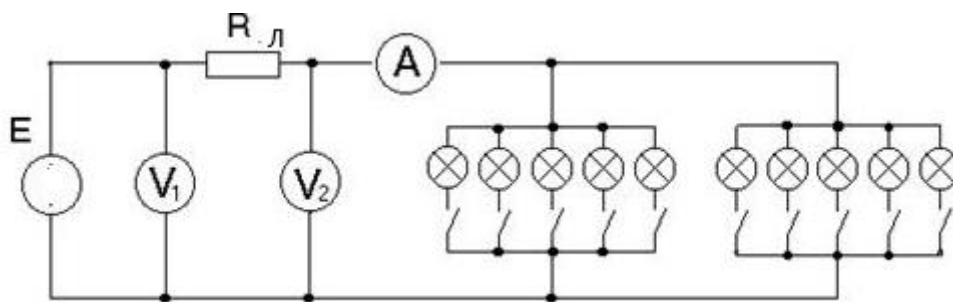

Рисунок 1 – Схема линии электропередач.
- 1) Соберите схему (рисунок 1), которая имитирует работу линии электропередачи переменного тока. Предъявите преподавателю для проверки, получите разрешение на включение.